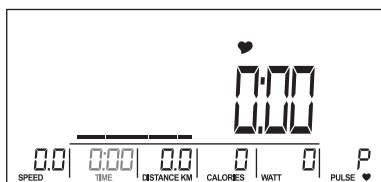

Fig. 19
5. Use la perilla para establecer el valor de TIEMPO (Fig. 19).